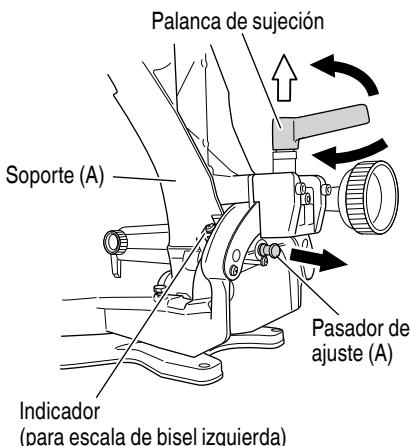

Fig. 36
8. Procedimientos de corte en bisel (Fig. 36)
- (1) Afloje la palanca de fijación y la cuchilla de sierra hacia la izquierda o la derecha. Cuando incline el cabezal del motor hacia la derecha, tire del prisionero (A) hacia atrás. La palanca de fijación adopta el sistema de enganche. Cuando el banco de trabajo entre en contacto con el cuerpo principal, tire de la palanca de fijación en la dirección de la flecha tal como se indica en la Fig. 36, y cambie la dirección de la palanca de fijación.
- (2) Ajuste el ángulo de bisel al ajuste deseado mientras observa la escala de ángulos de bisel y el indicador, y luego asegure la palanca de fijación.